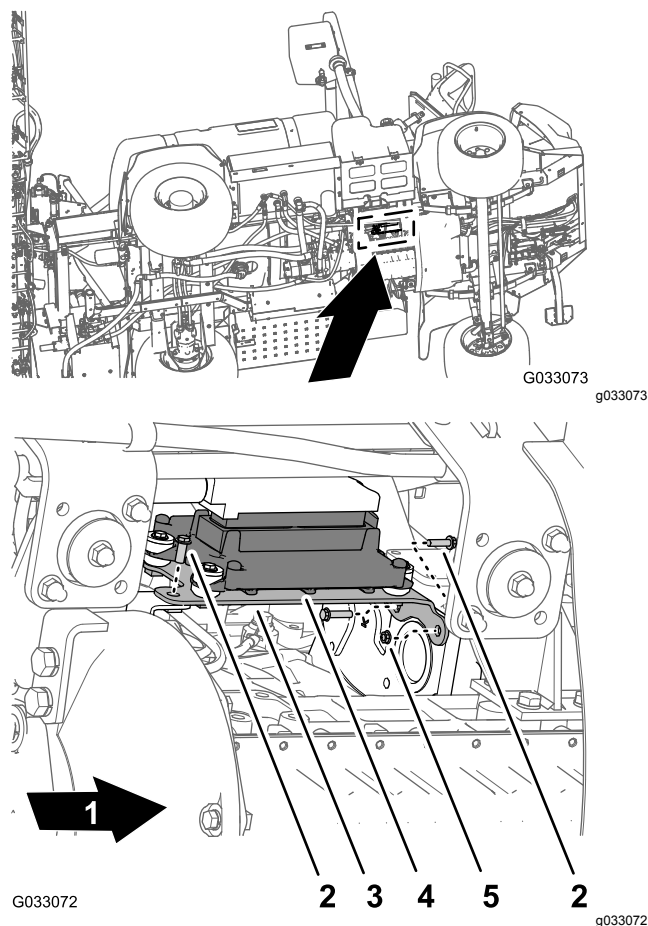

Figura 122
1. Allineate i fori della staffa di montaggio del modulo di controllo del motore con il foro nella staffa di supporto del motore e del vano accessorio del motore (Figura 122).